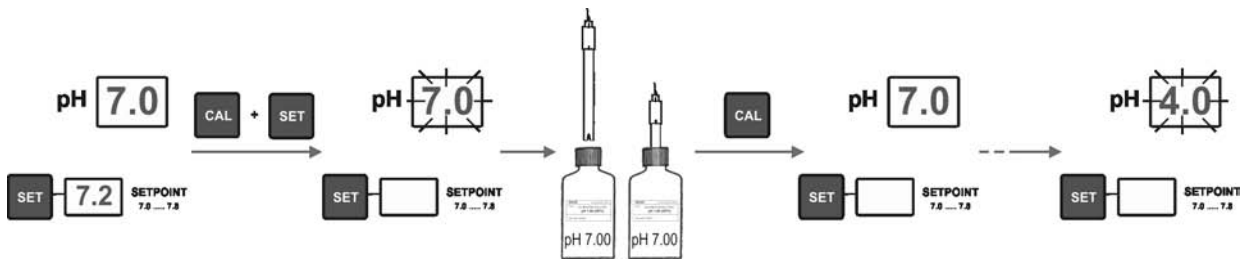

Fig. 30a
2. Pulsar simultáneamente las teclas "CAL" [21] y "SET" [22] durante unos segundos, hasta que el display superior [17] (verde) parpadee e indique "7.0" (Fig. 30a).